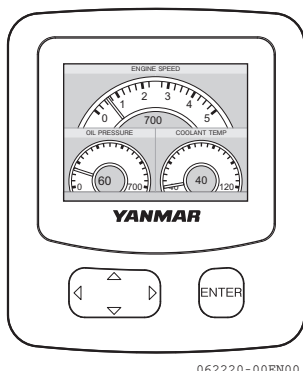

Figure 28
- Lorsque le moteur démarre, l'écran du système de pilotage affiche l'écran avec les conditions du moteur **(Figure 28)**.